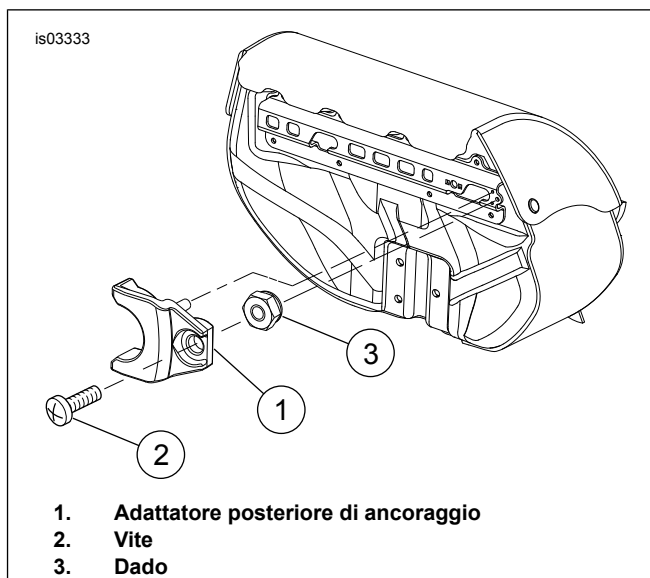

Figura 1. Installazione dell'adattatore dell'ancoraggio posteriore
1. Vedere Figura 1. Inserire l'adattatore posteriore di ancoraggio (1) nei fori nella staffa della borsa portapacchi e tenerlo premuto in posizione.
2. Installare l'adattatore posteriore di ancoraggio usando vite (2) e dado (3). Serrare saldamente.